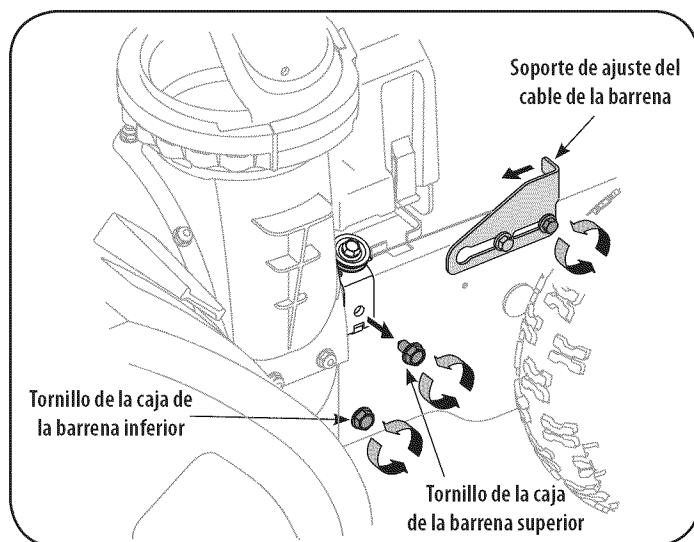

Figura 8
4. Deje la barrena engranada durante aproximadamente diez (10) segundos antes de soltar el control de la misma. Repita esta operación varias veces.
8. Afloje la tuerca hexagonal posterior en el soporte de ajuste del cable. Vea la Figura 8.